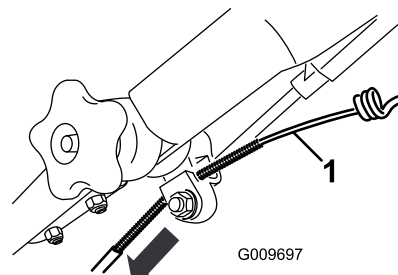

Bild 50
3. Ziehen Sie den Kabelmantel nach unten, bis der freigelegte Zug kein Spiel mehr hat (Bild 50).